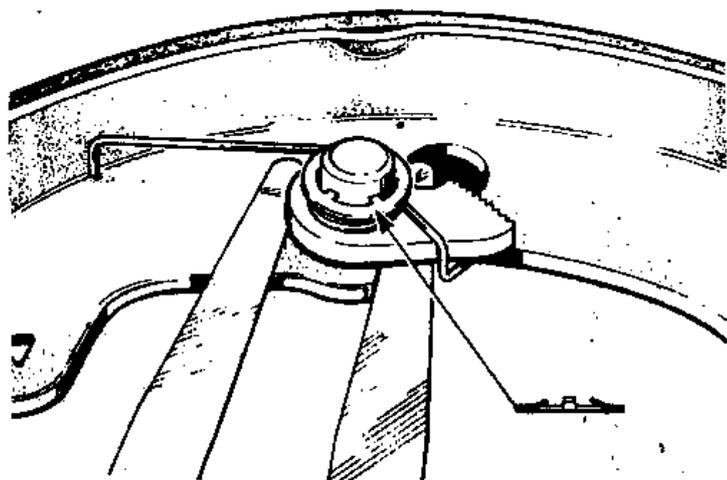

Рис.9.14. Установка на место короткого рычага храповика, пружины и шайбы (Разд.8)
- II) Собирая собачку, пружину и шарнирный палец на передней тормозной колодке, перед установкой пружинной шайбы введите два плоских щупа толщиной 0.2 мм между колодкой и собачкой. Это даст необходимый для вращения зазор. Убедитесь, что расположение лепестков пружинной шайбы правильное и соответствует Рис.9.14.